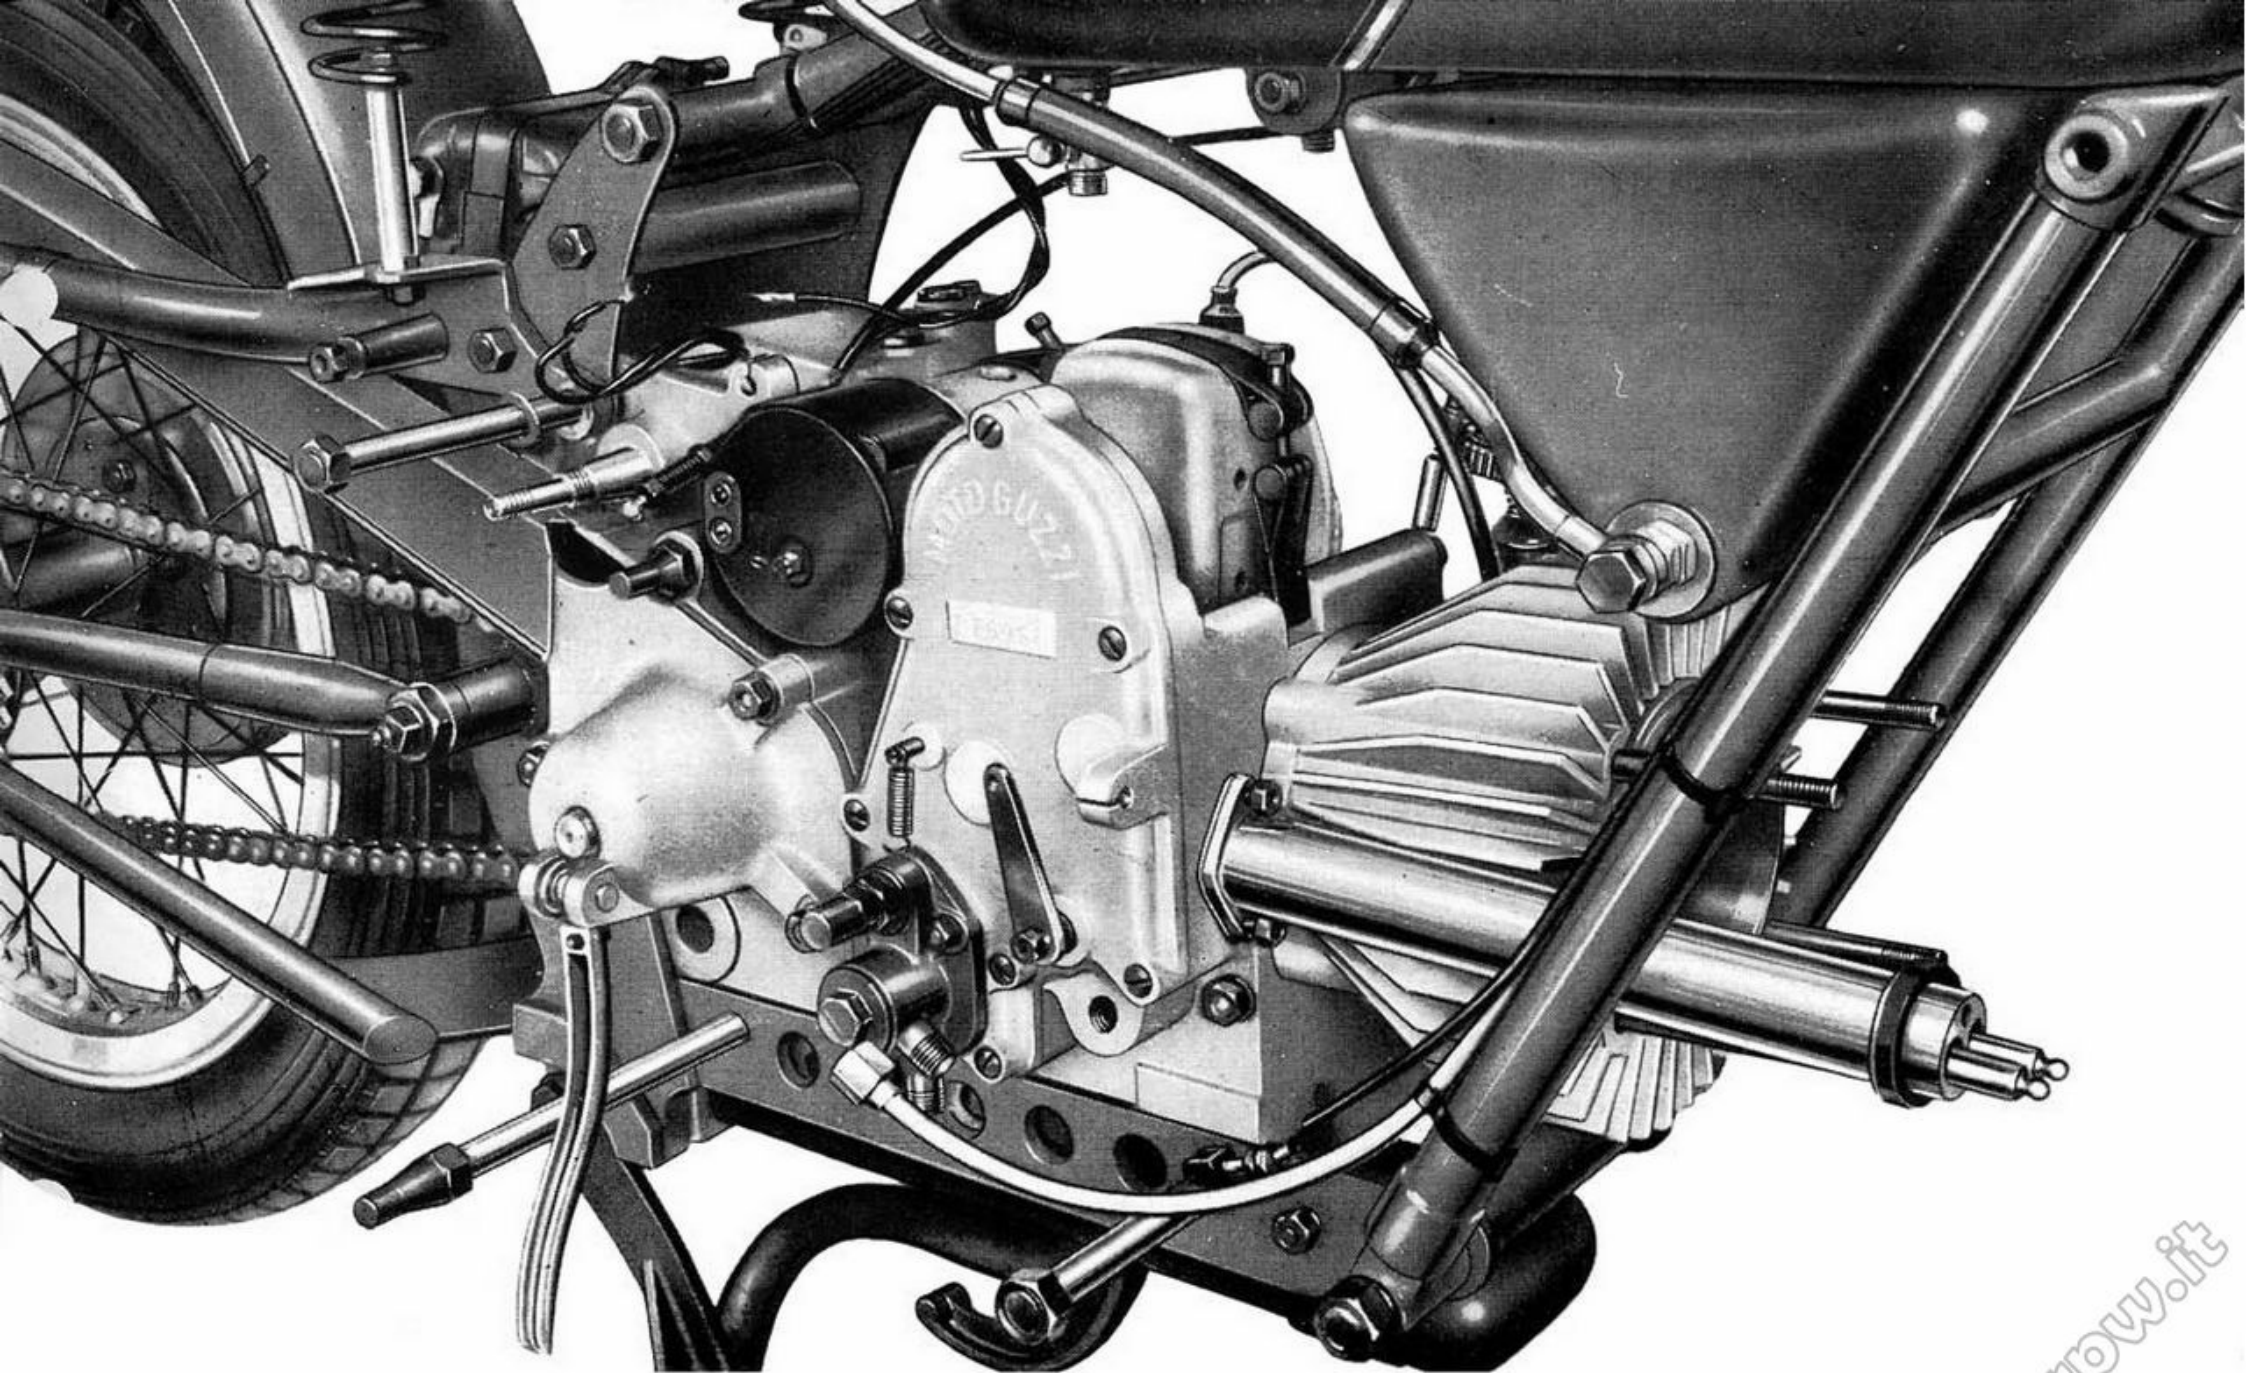

Fig. 7 - Motore pronto da togliere dal telaio, si notino i perni per fissaggio motore parzialmente sfilati
- il tubo di immissione dell'olio dal raccordo inferiore della pompa spostando la tubazione in alto per evitare l'uscita dell'olio (vedere fig. 7);